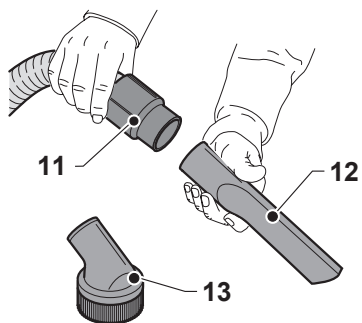

Fig. 6
- Die Saugrohrmuffe (5 Abb. 6) bis zum Endanschlag in den Stutzen (9 Abb. 5) am Behälter einfügen.